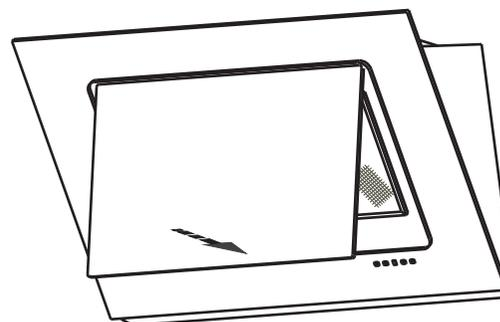

РИС. 4
8.3 Для очистки алюминиевого фильтра извлеките его из зонта (рис. 4). Произведите очистку фильтра с помощью щетки горячим водным раствором нейтрального моющего средства вручную или в посудомоечной машине (при 60°C). Сильно загрязненный фильтр не следует мыть в посудомоечной машине вместе с посудой.
6.1.2 Перед установкой зонта снимите алюминиевый фильтр (рис.4).
Чтобы снять алюминиевый фильтр, нажмите на пружинный замок фильтра и потяните его на себя (рис.4).